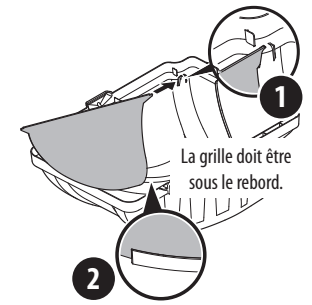

Figure 7
3. Si la fenêtre du couvercle du bac récupérateur n'a pas été installée à l'usine, installez-la en insérant une extrémité dans le trou de montage correspondant (1). Enclenchez l'autre extrémité en la plaçant dans le trou du couvercle opposé correspondant. Assurez-vous que la enêtre soit placée sous le rebord du couvercle (2). Voir Figure 7.